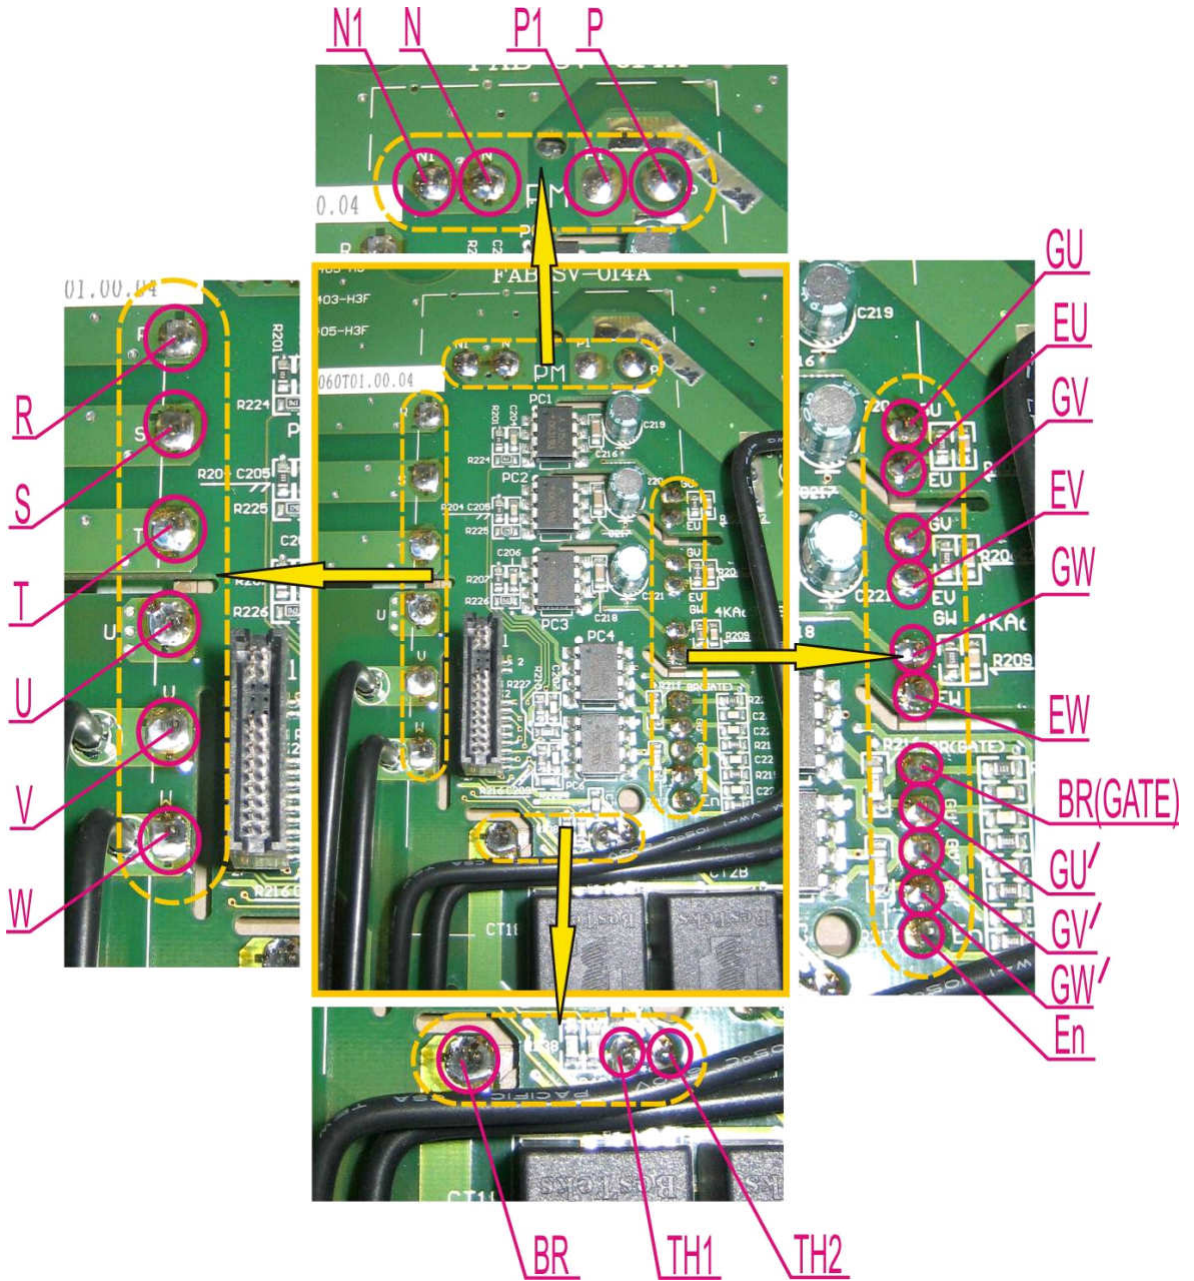

Рис. 7.7.
7.2.4. Паять 24 контакта матрицы IGBT: N1, N, P1, P, GU, EU, GV, EV, GW, EW, BR(GATE), GU', GV', GW', En, TH2, TH1, BR, W, V, U, T, S, R (рис. 7.7).